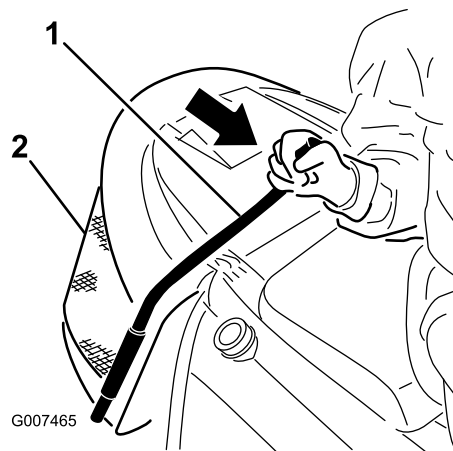

Figure 16
- Tirez la tige du bac à herbe vers l'avant pour basculer le bac (Figure 16).